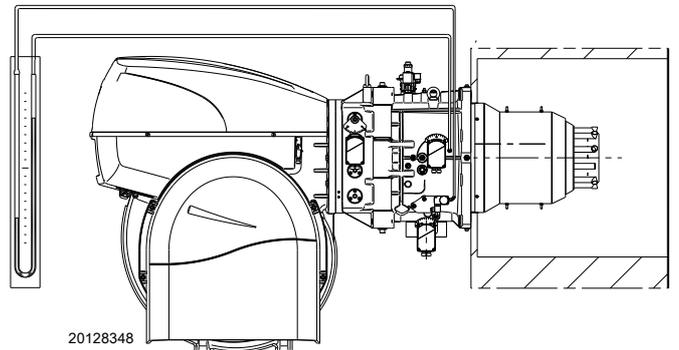

图 28
- 安装一个 U 型压力表或压力表（图 28），插座的 (+) 端为管路接口的燃气压力，(-) 端在炉膛内。压力表读数，用以计算燃烧器的最大出力。
燃气到达管路接口处时会显示在 U 型压力表（图 28）上。